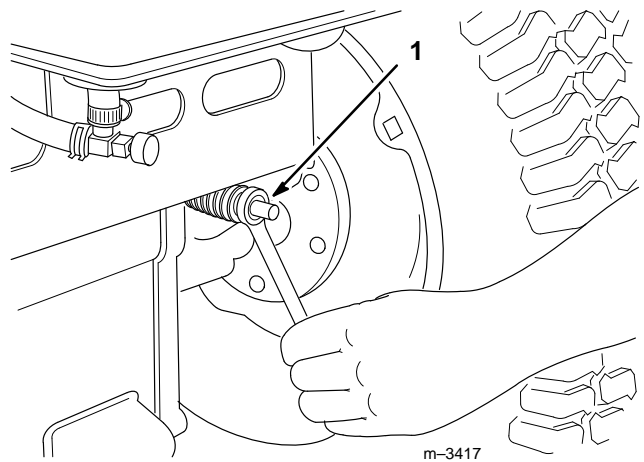

Abbildung 37
Die Bremseinstellvorrichtung befindet sich hinter der linken Seitenabdeckung (Abb. 37). Wenn die Feststellbremse nicht fest greift, ist eine Einstellung erforderlich.
4. Die Bremseneinstellmutter (Abb. 37) drehen, bis ein Spiel von 51 mm (2") vorhanden ist.